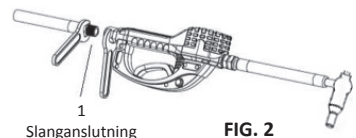

FIG. 2
2. Applicera gängtättningsmedel på slanganslutningens hangångor. Gänga slangen i svängtappen (1) och dra åt den ordentligt (FIG. 2). Se till att du låter tättningsmedlet härda enligt tillverkarens rekommendationer innan du släpper in vätska i systemet.